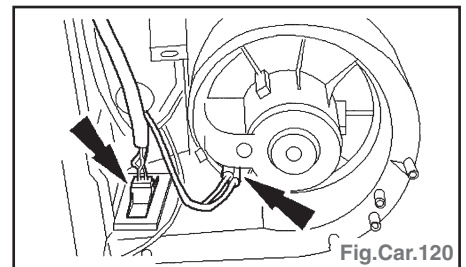

Fig.Car.120
- Débrancher les connecteurs de moteur de soufflerie et de résistance de moteur de soufflerie (Fig.Car.120).